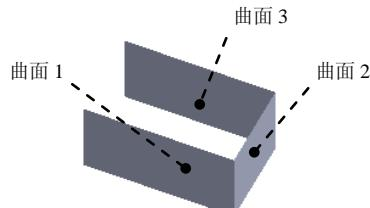

图 6.6.12 定义圆角面
(1) 定义边侧面组 1。在“圆角”对话框的 **圆角项目(I)** 区域中单击 **列表框**，选取图 6.6.12 所示的曲面 1 为边侧面组 1。
(2) 定义边中央面组。在“圆角”对话框的 **圆角项目(I)** 区域中单击 **列表框**，选取图 6.6.12 所示的曲面 2 为中央面组。
(3) 定义边侧面组 2。在“圆角”对话框的**圆角项目(I)**区域中单击**列表框**，选取图 6.6.12 所示的曲面 3 为边侧面组 2。